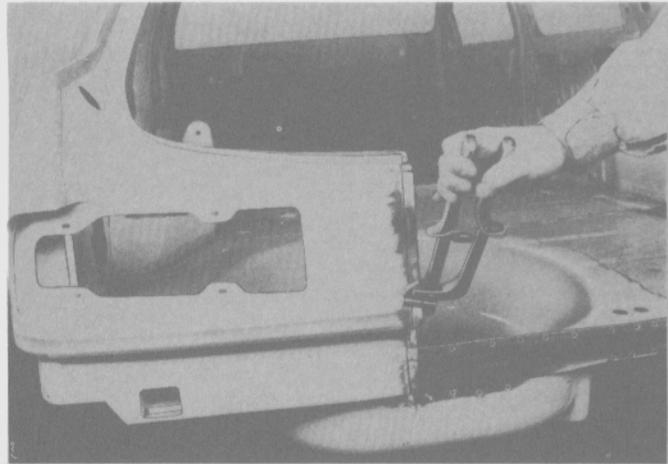

Fig. 284
- Encastrar el borde cortado con una prensa dobladora (Fig. 284).